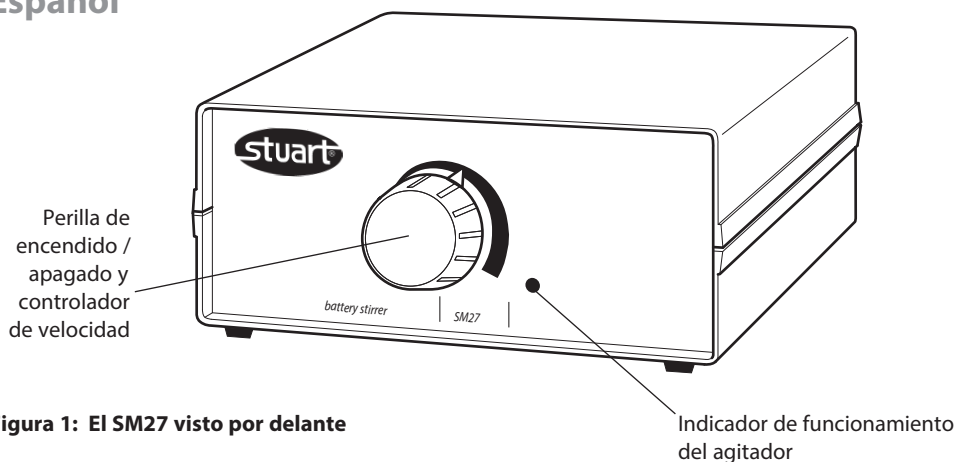
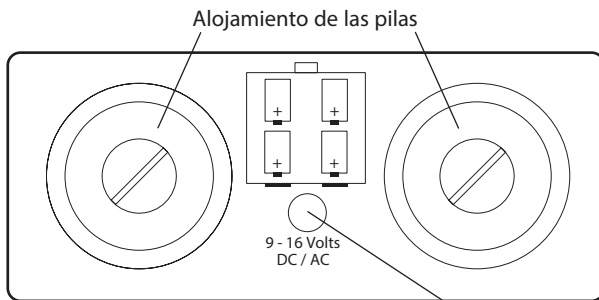

Figura 1: El SM27 visto por delante
Figura 3: El SM27 visto por detrás
El agitador SM27 ilustrado en la figura 1 puede funcionar con pilas o con la alimentación de la red. Es ideal para usarlo en el interior de incubadores, cajas de guantes o en pie de obra.
Coloque le solución que desea agitar junto con un seguidor de PTFE en un recipiente adecuado y dispóngalo en el centro del instrumento. Encienda el agitador (ON) y ajuste la velocidad de la agitación con la perilla de control de velocidad (figura 1). El LED (figura 1) permanecerá encendido mientras funciona el instrumento.
Cuando las pilas se están descargando la luz del indicador de funcionamiento del agitador (figura 1) se atenuará. Para recambias las pilas, abra su alojamiento (figura 3) usado una moneda. Retire las pilas usadas y deséchelas con seguridad. Instale las nuevas pilas con los bornes positivos orientados hasta la parte posterior del instrumento como se ilustra en las figuras 2 y 3.
Conecte el agitador en el adaptador usando la toma de bajo voltaje incluida en la parte posterior del instrumento (figura 3) antes de conectar la fuente de alimentación.